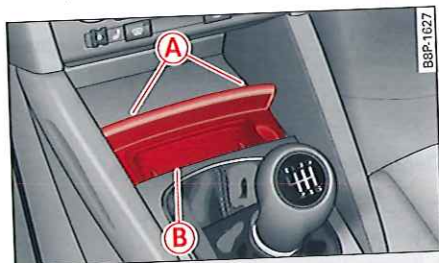

Fig. 63 Console centrale : cendrier avant
- Pour ouvrir le cendrier avant, appuyez légèrement sur la moulure avant (A) ⇒ fig. 63.
- Pour extraire le boîtier, saisissez-le par les échancrures latérales et sortez-le vers le haut ⇒ fig. 63